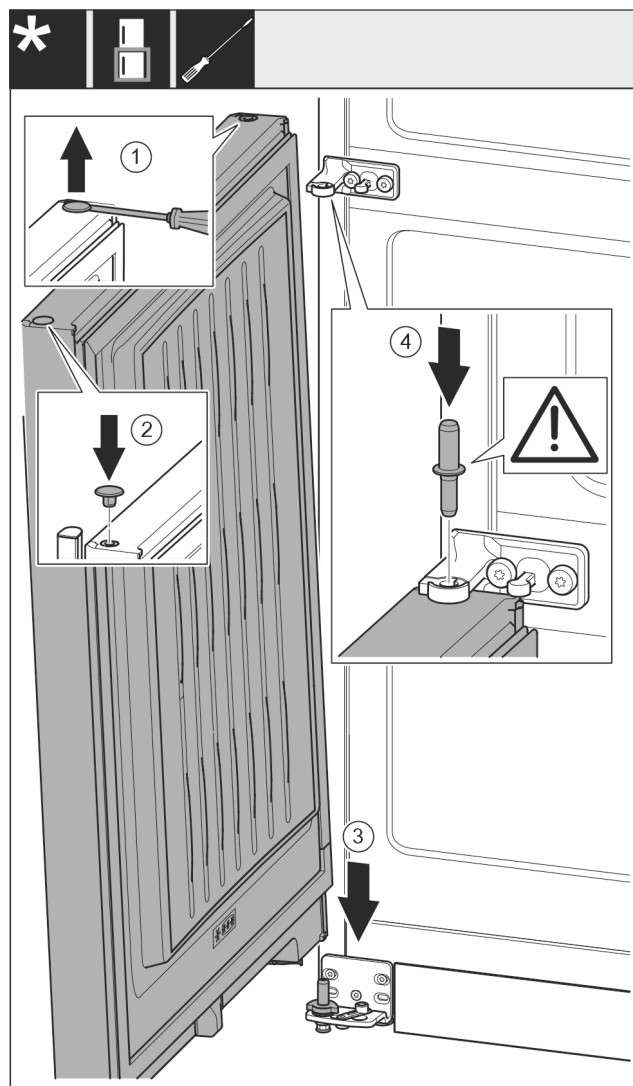

Fig. 21
- Óvatosan emelje meg a dugót Fig. 21 (1) lapos csavarhúzóval, és húzza ki.
- Tegye vissza a dugót Fig. 21 (2) az ajtó másik oldalára.
- Helyezze fel az ajtót Fig. 21 (3) felülről az alsó csapszegre.
- Helyezze a középső csapszeget Fig. 21 (4) a középső csapágybakon keresztül az alsó ajtóba. Ügyeljen közben arra, hogy a reteszelő bütyök hátrafelé mutasson.